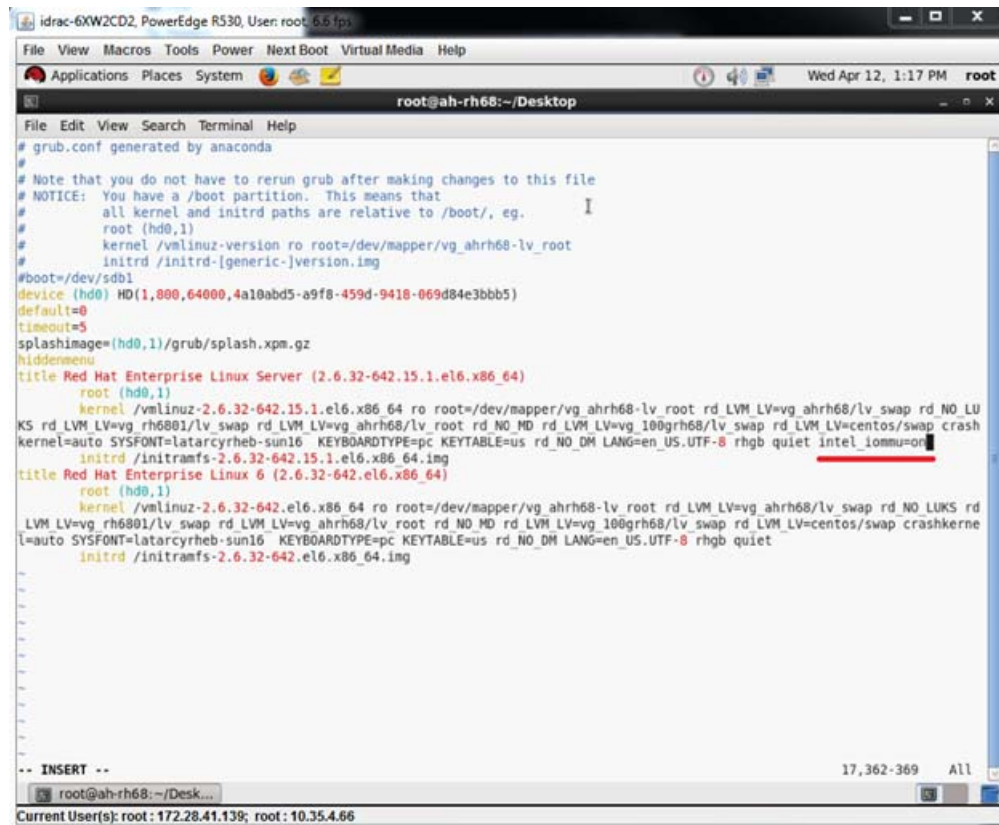

Figure 11-10. Modification du fichier grub.conf pour SR-IOV
- a. Ouvrez le fichier `grub.conf` et configurez le paramètre `iommu` de la façon indiquée dans la Figure 11-10.